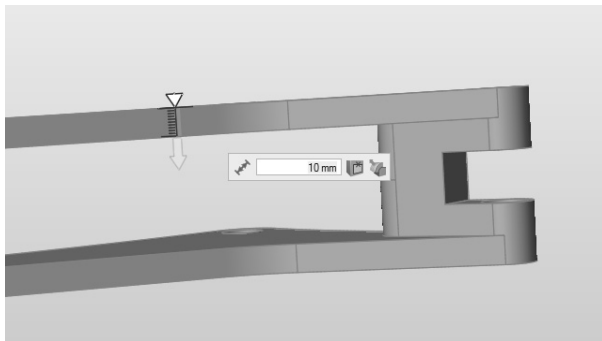

图 9-19
- 3) 单击棱锥体并将其拖动到外表面上，如图 9-19 所示。该操作将重新定义推/拉操作的起点。